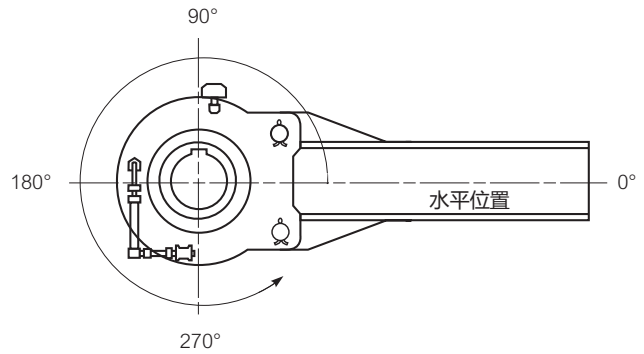

图 4
1. 如前所述, 在购买时由福克公司定制适合于安装角度的润滑油油路并标注合适的静态油量线。润滑油油路、油量观测表和通气器均可卸下以便装运。扭力臂安装角刻在逆止器标牌上, 逆止器必须安装于此角度的 $\pm 5^\circ$ 范围内, 见第5页图4的安装角度说明。对于其它安装角度, 将使得润滑油油路和油量不正确。